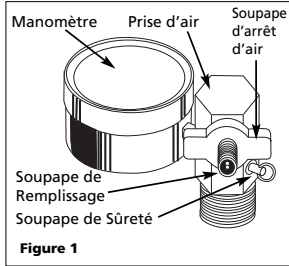

Figure 1
2. Placer le raccord de la source d'air sur la soupape de remplissage située près du collecteur en laiton (Voir Figure 1). Remplir le réservoir au maximum de 862 kPa (125 psi) tel qu'indiqué sur le manomètre. La soupape de sûreté est réglée d'avance à 931 kPa (135 psi) pour empêcher la surpressurisation.